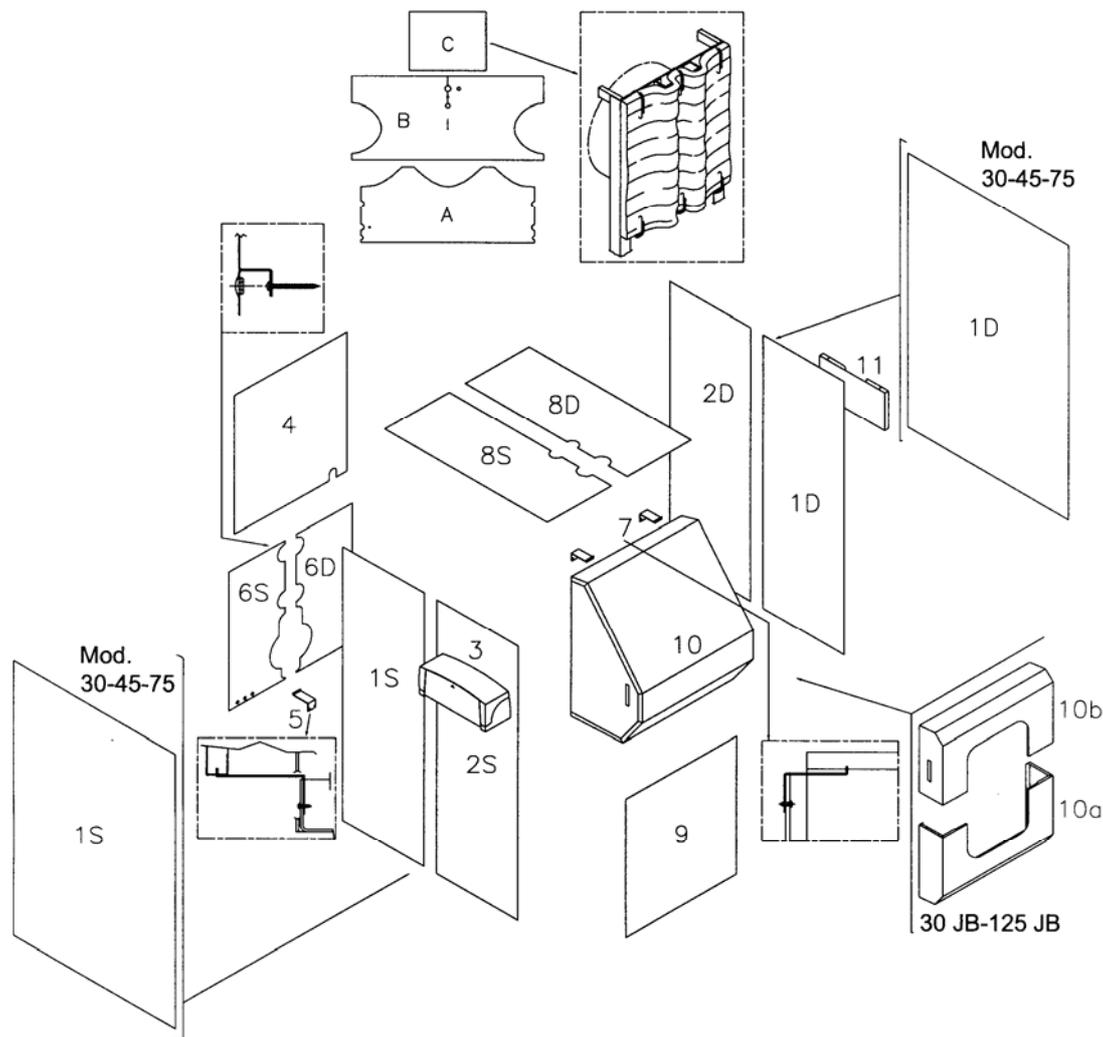

Fig. 4
- Avvolgere la lana di vetro (A) attorno alla colonna e fissarla con le molle.
- Avvolgere la lana di vetro (B) attorno al corpo caldaia cilindrico superiore, lasciando in vista il pozzetto/i porta bulbi situato vicino al tronchetto flangiato di mandata, fissandola poi con le molle in dotazione.
- Isolare quindi la piastra posteriore della caldaia, fissando la lana (C) con le molle che agganciano il bordo della stessa piastra (vedere figura).
5.2 RIVESTIMENTO CALDAIA mod. 45 GT/125 GT – 30 JB/125 JB (Fig. 4)
- Svolgere i capillari dei termostati e fissare il pannello comando (3) al fianco destro o sinistro con le apposite viti, quindi inserire i bulbi nel pozzetto. Agganciare il pannello post./sup. (4) ai fianchi.
- Fissare la staffa sostegno (5) sull'angolare di base del telaio; inserire i passacavi nei fori del pannello (6S), agganciarlo al pannello laterale e far passare in esso il cavo d'alimentazione collegandolo poi alla scatola elettrica. Agganciare il pannello (6D), quindi bloccare entrambi con le viti nella parte superiore e chiudere i fori di passaggio con gli appositi tappi (vedere figura).
- Fissare le staffe di sostegno (7) del pannello ant./sup. sulla piastra caldaia (per mod. JB non servono) e montare i pannelli superiori (8S) e (8D). Agganciare il pannello ant./inf. (9) e quello ant./sup. (10). Per mod. JB agganciare prima il pannello ant./centr. (10a) e poi quello ant./sup. (10b). Montare infine il porta documenti (11), non previsto per mod. 30/45/75, sul lato opposto del pannello comando fissandolo con la vite.